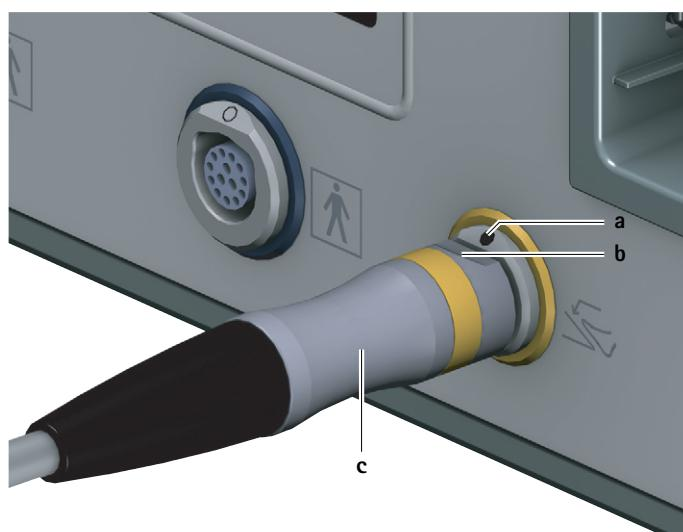

Fig. 2 Conexión del mando de pedal
- ▶ Colocar el conector del mando de pedal c de forma que la marca b del conector coincida con la marca a de la conexión para mando de pedal 6, ver Fig. 2.
- ▶ Desenchufar el conector del mando de pedal **c** de la conexión para mando de pedal **6**, ver Fig. 2.